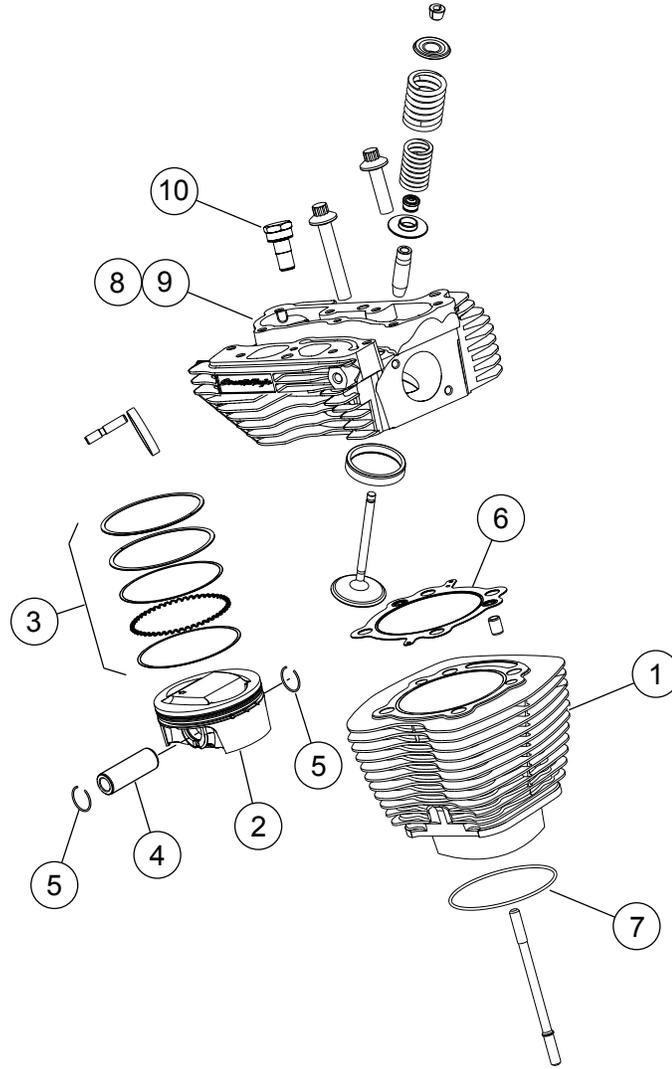
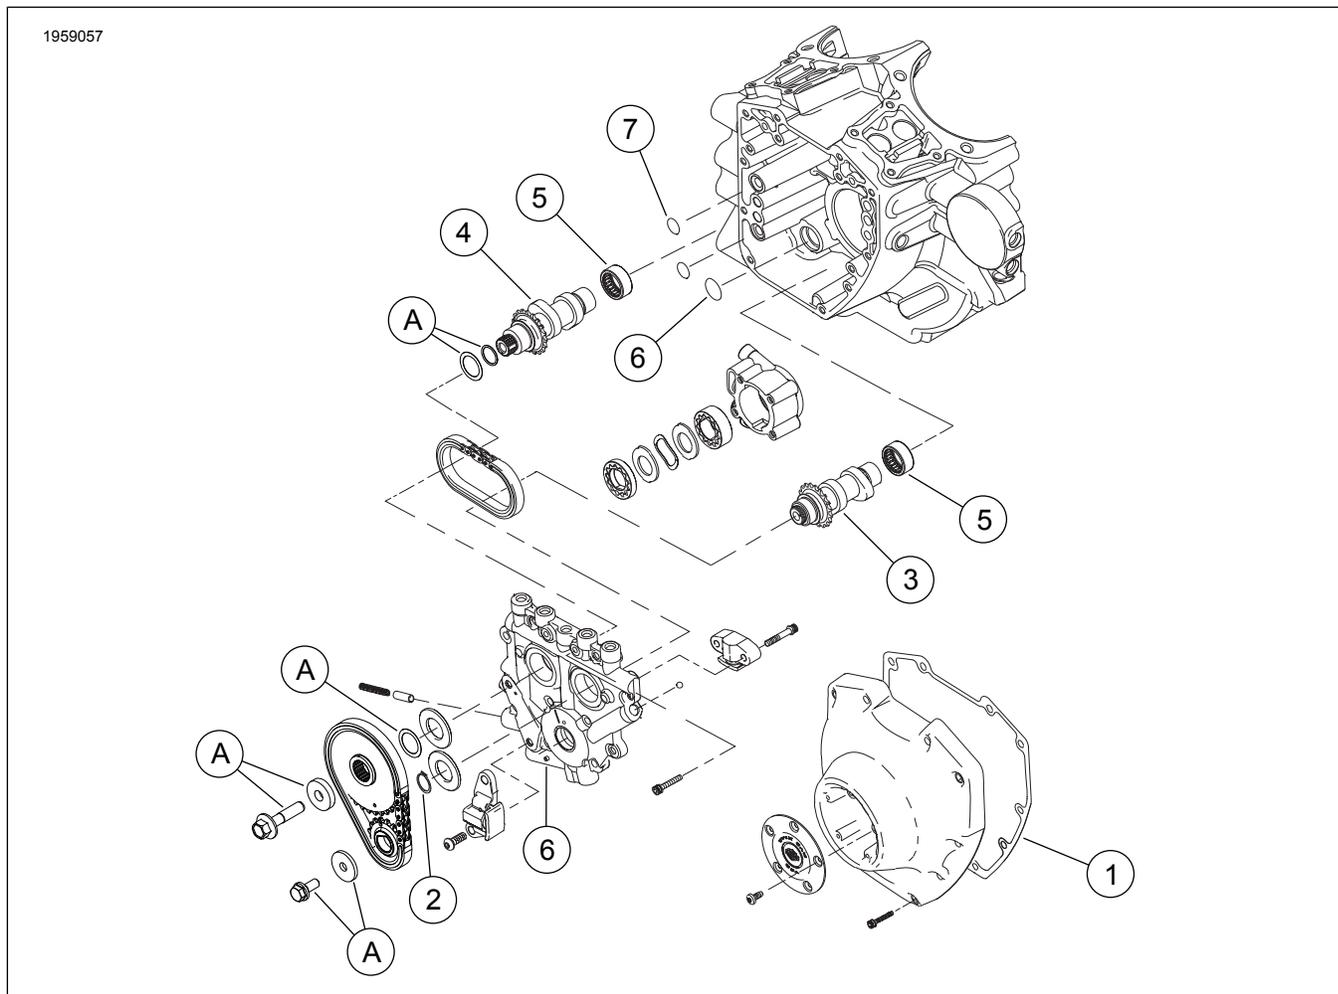

Figure 1. Pièces de rechange : Kit Screamin' Eagle Pro TC 103 CI Stage 4
Figure 3. Pièces de rechange : Kit Screamin' Eagle Pro TC 103 CI Stage 4
Consultez Figure 1 à Figure 3 et Tableau 1 à Tableau 3.
1. Consultez Figure 3 . Inspectez les roulements à aiguilles de l'arbre à cames (5) et remplacez-les si nécessaire.
2. Consultez Figure 1 jusqu'à Figure 3 . Assemblez les cames sur la plaque à cames, les culasses de performance et le haut du moteur à l'aide des pièces du kit. Référez-vous aux sections MOTEUR correspondantes du manuel d'entretien.